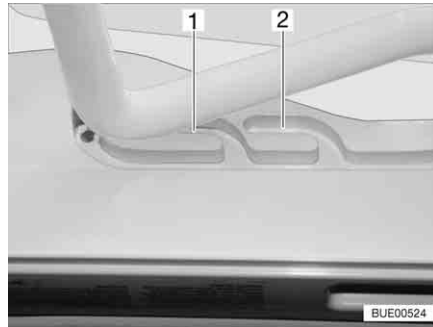
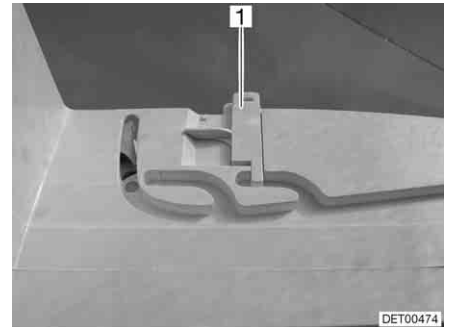

Bild 112 Heki-takluckan i ventilationsläge
Bild 113 Lås ventilationsläge
Heki-takluckan kan ställas i två ventilationslägen: Läget för dåligt väder (Bild 112,1) och mittläget (Bild 112,2). Beroende på modell kan takluckan låsas i mittläget med de båda spärrarna (Bild 113,1) till höger och vänster om ramen till takluckan.
- Tryck bygel lätt uppåt och skjut in den i det valda spåret (Bild 112,1 eller 2) och lås eventuellt.